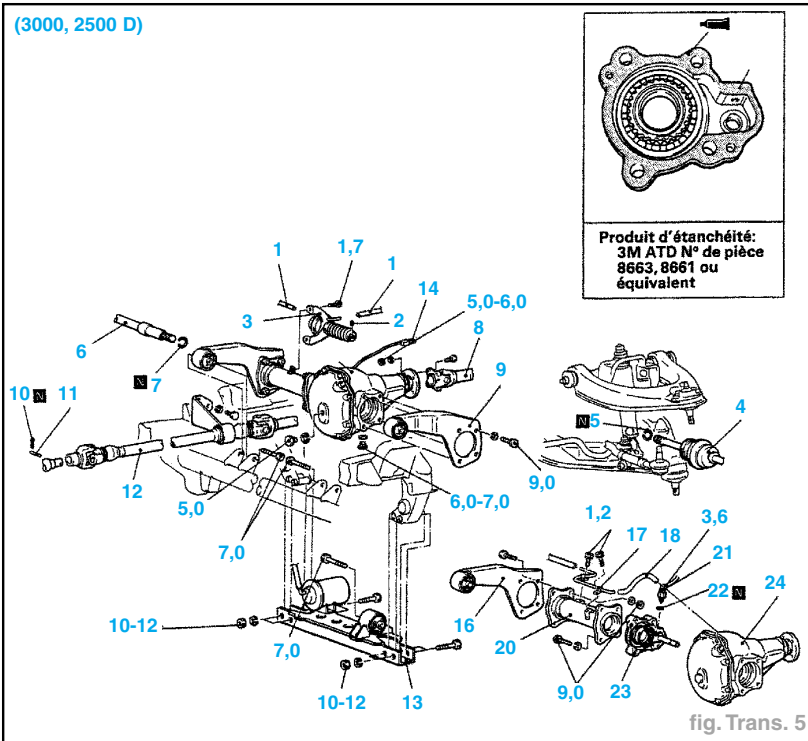

fig. Trans. 5
- Se référer à la fig. Trans. 5 et 6.